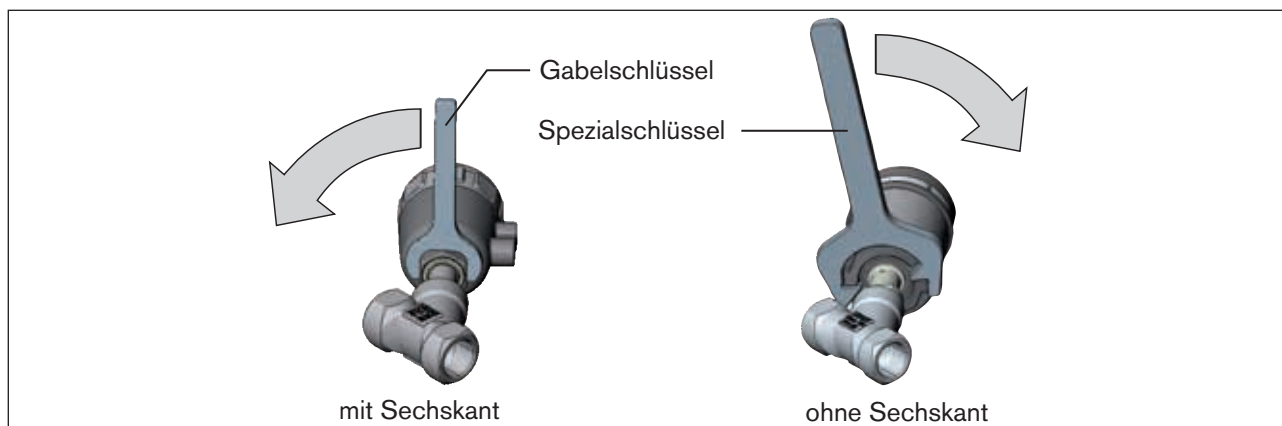

Bild 17: Drehen mit Spezialschlüssel / Gabelschlüssel
- ▶ Das Antriebsmodul **nur im vorgegebenen Richtungssinn** drehen (siehe „Bild 17“) !